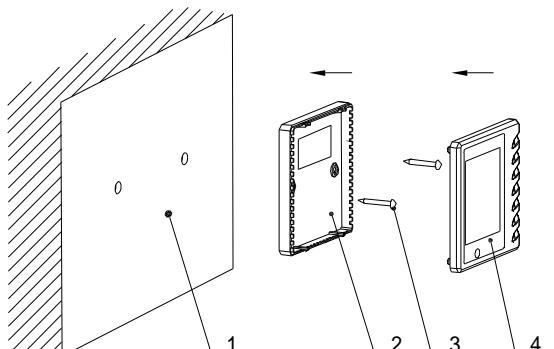

图 14 安装示意图
- | 无论是明装还是暗装都要如图 14 所示，首先按照手操器底板上的安装孔的距离（60mm）在墙上钻 2 个孔（保持水平），然后分别在每个墙孔中钉入木塞，再将手操器底板通过这两个孔固定在墙面上，然后将通讯线插在控制板上，最后扣好手操器面板。